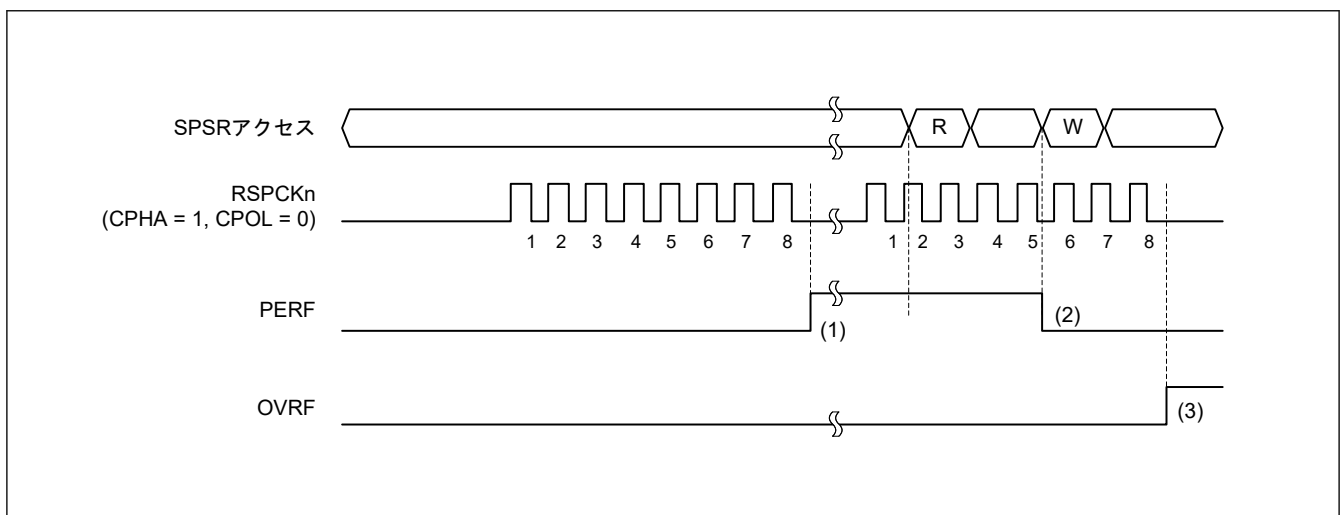

図 30.42 OVRF フラグおよび PERF フラグの動作例
図 30.42 に、OVRF フラグと PERF フラグの動作例を示します。図 30.42 に記載の SPSR アクセスは、SPSR レジスタへのアクセス状況を示しています。W は書き込みサイクル、R は読み出しサイクルを示しています。この例では、SPCR.TXMD ビットが 0、SPCR2.SPPE ビットが 1 の状態で全二重同期式シリアル通信を行います。SPCMDm.CPHA ビットが 1、SPCMDm.CPOL ビットが 0 の設定で、SPI が 8 ビットのシリアル転送を実行しています。RSPCKn 波形の下に記載した数字は、RSPCK サイクル数 (= 転送ビット数) を示しています。
以下に、図 30.42 の (1)~(3) に示したタイミングでのフラグの動作内容を説明します。